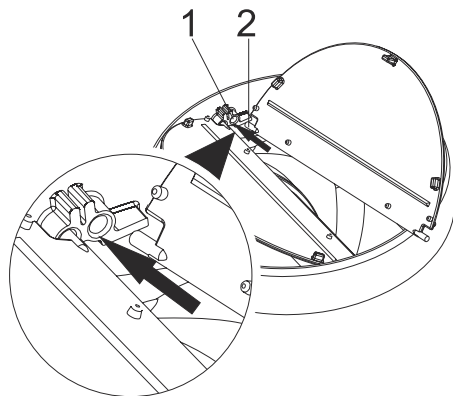

Fig. 8
- Sæt studs/pinden (fig. 8/2) på klappen ind i hullet (fig. 8/1) på motoren. Derefter monter den anden studs/pind i modsat side, man kan være nødsaget til at bøje en smule på klappen for at indsætte den i det andet hul (fig. 8).